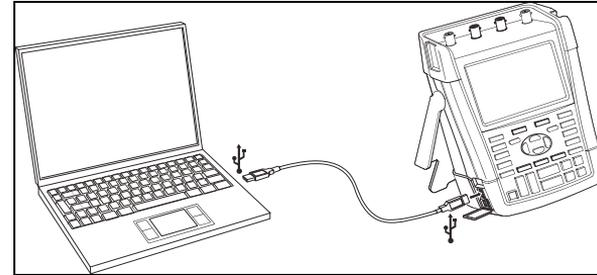

Figure 36. Connexion à un ordinateur
- Utilisez un câble d'interface USB-A vers mini-USB-B pour brancher l'ordinateur au port mini-USB de l'outil de diagnostic (Voir Figure 36).